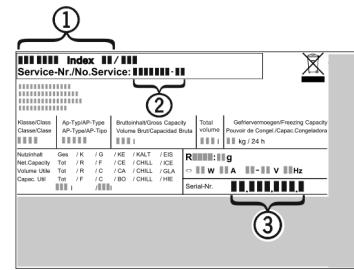

Fig. 14
- О братитесь в сервисную службу и сообщите вид неисправности, наименование устройства Fig. 14 (1), сервисный № Fig. 14 (2) и серийный № Fig. 14 (3).